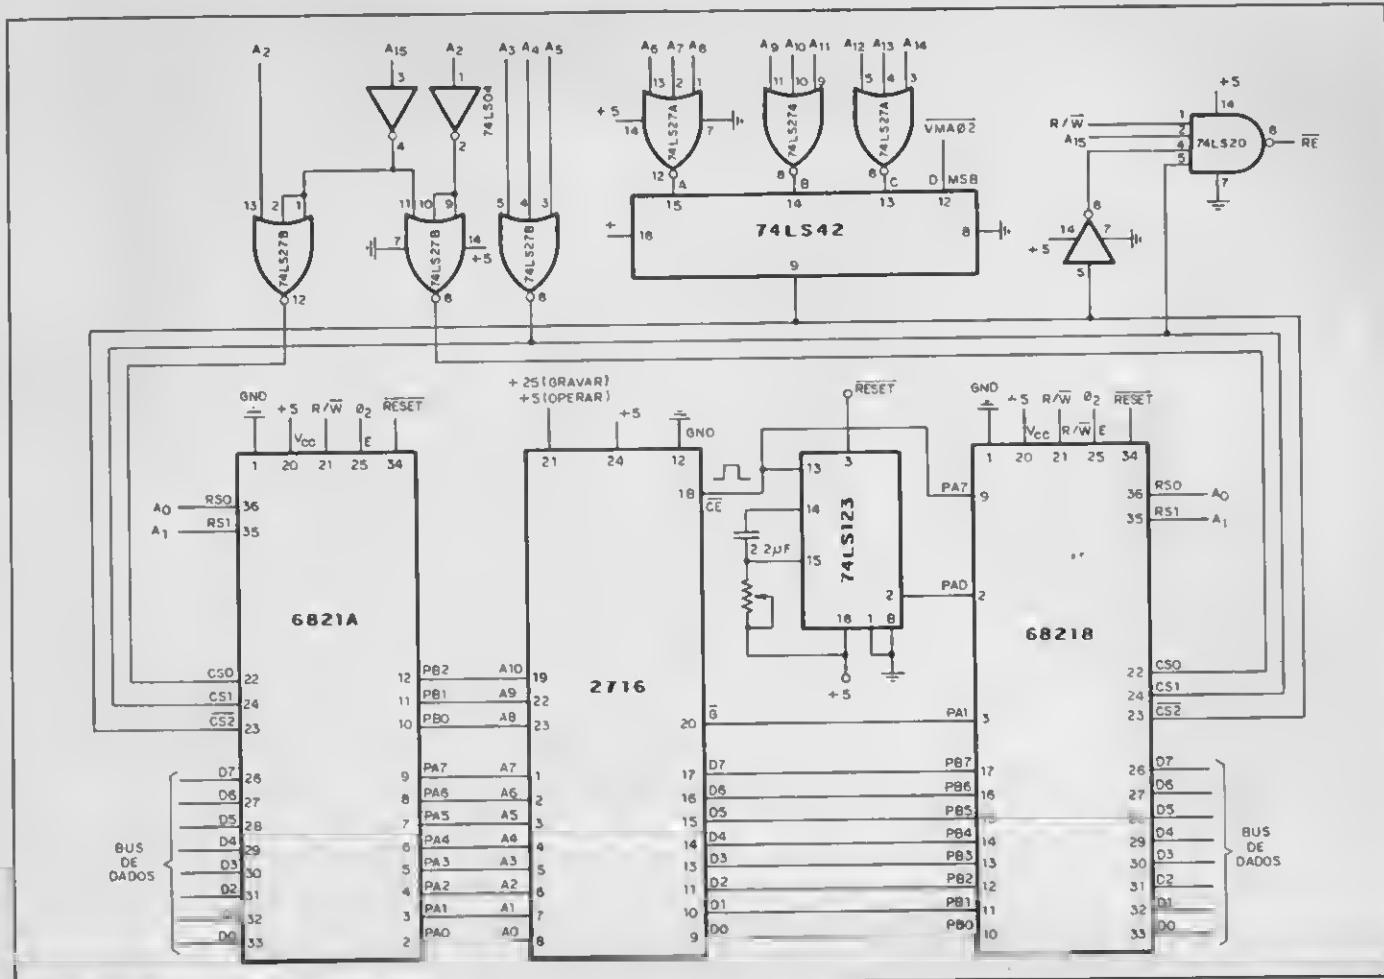

Figura 1 - O circuito de gravação/verificação.
A figura 1 mostra o circuito desenvolvido, no qual foi utilizada a memória 2716. A escolha deveu-se ao fato de sua simplicidade (fonte única para gravação: +25V), sua capacidade (2 Kbytes), tamanho de palavra (8 bits), seu amplo uso em sistemas com microprocessadores, seu processo de apagamento pela luz ultravioleta, sua fácil aquisição e por existirem várias memórias de capacidades diferentes, porém com as mesmas características de gravação que a 2716 (2732, 2758 etc), que poderiam ser utilizadas tendo por base este mesmo circuito.
Deve-se notar na figura 1 que a porta B do PIA A ainda dispõe das linhas PB3 até PB7, fato que possibilita expandir a memória a ser gravada para até 16 bits de endereço (64 Kbytes de dados).
A figura 3 é o algoritmo necessário para a inicialização dos PIAs, para a gravação e para a verificação, utilizando o circuito da figura 1. Neste algoritmo, as posições de memórias RAMs utilizadas receberam as seguintes denominações:
**N**ão deve haver maiores dificuldades para a montagem, uma vez que a interligação placa de circuito integrado já está indicada na figura 1. Pode-se facilmente construir um impresso para isso através de desenvolvimento ou mesmo com a utilização de placas padrões. Além disso, como opção em face do pequeno número de componentes envolvidos, a montagem em protoboard pode ser utilizada.